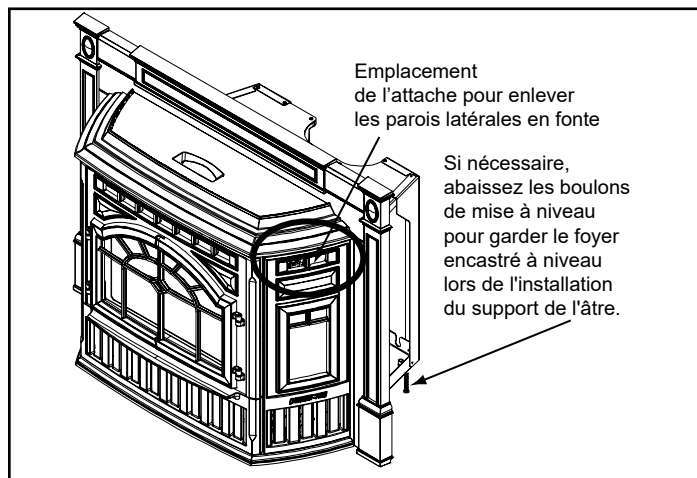

Figure 19.2 - Montré avec l'ensemble de panneaux en fonte
5. Fixez le tuyau flexible (non inclus) au chapeau de débouché extérieur avec un deuxième serre-câbles (**Figure 19.2**).